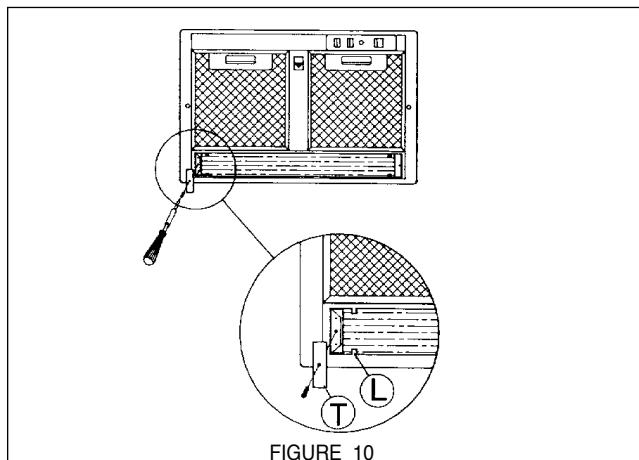

FIGURE 10
Pour remplacer la lumière fluorescente, enlever les pinces de retenue (T) aux deux extrémités du diffuseur en verre tel qu'il est indiqué à la FIGURE 10. Prudemment glisser le diffuseur en verre en le ramenant vers l'autre direction. Abaisser le côté opposé du verre sous le rebord (L), enlever le verre en le glissant de nouveau vers l'arrière. Replacer le diffuseur en